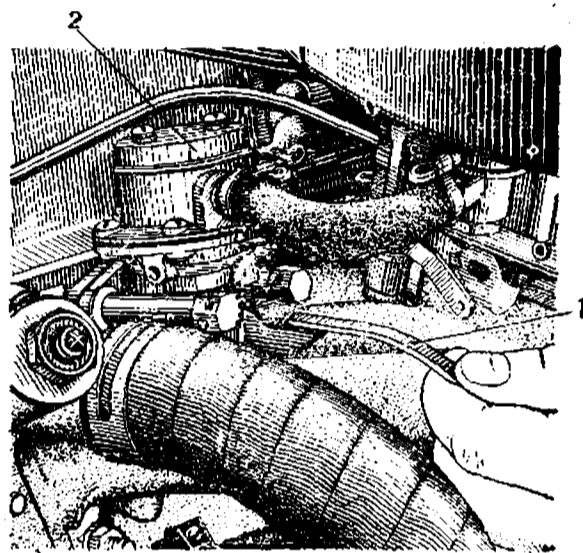

Рис. 32. Расположение топливного насоса на двигателе:
**Пуск холодного двигателя** После длительной стоянки автомобиля перед пуском двигателя необходимо подать бензин в карбюратор рычагом 1 (рис. 32) ручного привода топливного насоса.
Если все же горячая смесь оказалась переобогащенной, то удалите ее из цилиндров и впускной трубы. Для этого, нажав до отказа на педаль управления дроссельными заслонками карбюратора, включите стартер. Если после 5—7 с проворачивания коленчатого вала двигатель не начнет работать без перебоев, то выключите стартер и повторите пуск через несколько секунд. (Этим приемом пользуйтесь также при пуске перегретого двигателя в случае самопроизвольной его остановки.) Перед повторным включением стартера поднимите и опустите несколько раз рычаг 1 ручного привода диафрагмы топливного насоса (см. рис. 32), чтобы удалить из системы питания образовавшиеся в топливопроводах пузыри воздуха или пары бензина, препятствующие нормальной работе топливного насоса.